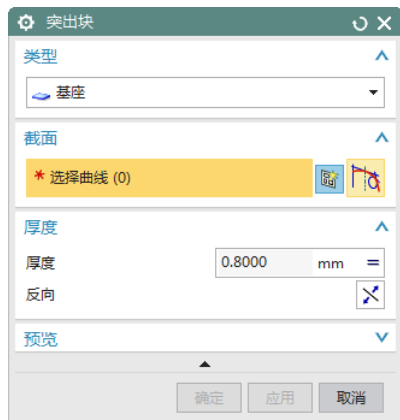
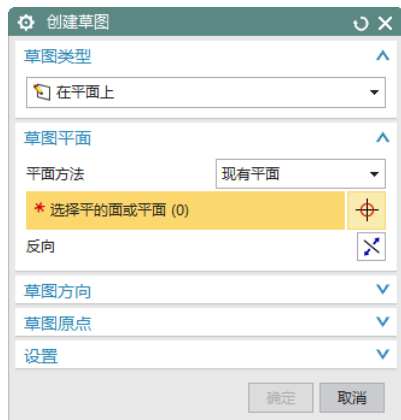

图 4-15 “突出块”对话框
图 4-16 “创建草图”对话框
(1) 选择“菜单(M)”→“插入(S)”→“突出块(B)”，或者单击“主页”选项卡“基本”面组上“突出块”按钮, 打开如图 4-15 所示的“突出块”对话框。
(2) 在如图 4-15 所示对话框中的“类型”下拉列表框中选择“基座”，单击“绘制截面”按钮, 打开如图 4-16 所示的“创建草图”对话框。
(5) 在如图 4-15 所示对话框中单击“< 确定 >”按钮，创建突出块特征，如图 4-19 所示。
(2) 在如图 4-20 所示对话框中，单击“绘制截面”按钮，打开如图 4-16 所示的“创建草图”对话框。